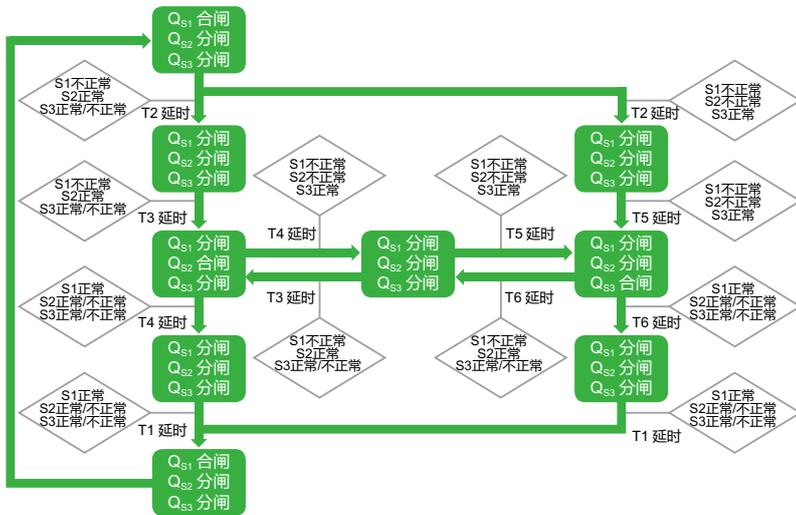
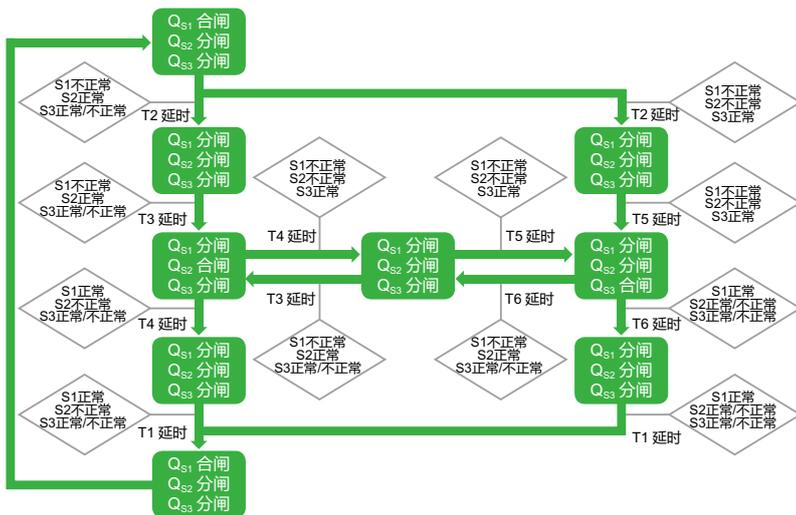

图 11-TA 控制器自复流程
图 12-TA 控制器不自复流程
自复 (RR)- 以 S1 电源为电源投入第一优先级，S2 电源为第二优先级，S3 电源为第三优先级 (详见图 11-TA 控制器自复流程)；不自复 (SR)-S1 和 S2 的电源投入优先等级一致，S3 电源等级比 S1/S2 电源等级低 (详见图 12-TA 控制器不自复流程)